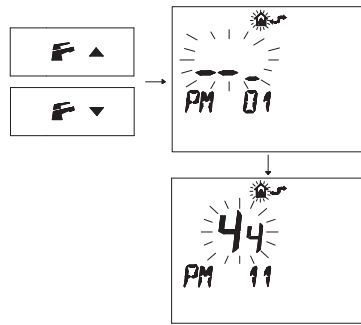

Fig. 5.79
- Premere i pulsanti \mathbb{F} \blacktriangledown o \mathbb{F} \blacktriangle per visualizzare la programmazione "PM11" della postcircolazione pompa (Fig. 5.79).